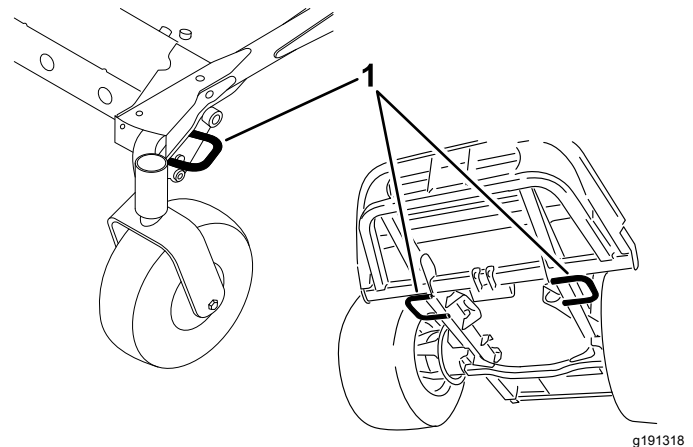

Figura 26
5. Utilice los puntos de amarre de la máquina para sujetar la máquina firmemente al remolque o al camión con correas, cadenas, cables o cuerdas (Figura 26).